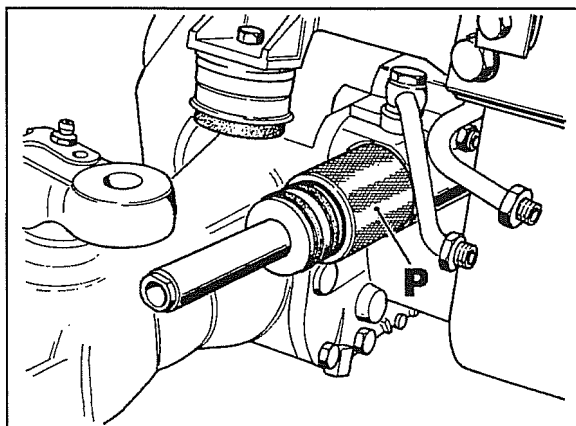

Fig. 74
- Para a montagem do pistão no cilindro é necessário utilizar o respectivo tampão **P** fig. 74 o qual, possuindo o alojamento interno cônico, facilita a introdução dos anéis de retenção no cilindro sem os danificar.